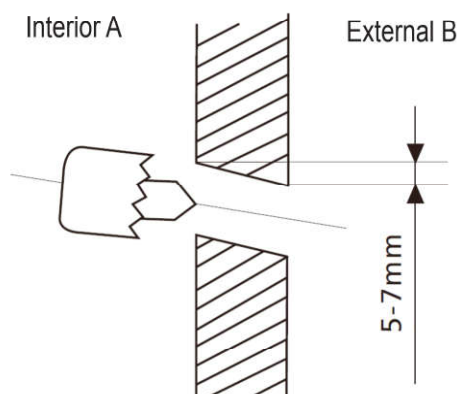

fig. 11 -
5. Boor een gat van Ø65 mm (of Ø90 mm afhankelijk van het model) in de muur ("fig. 11 -"), licht schuin naar beneden toe naar buitendeel, beginnend vanaf één kant van de muur (A) te boren en eindigend met de andere kant (B) om te voorkomen dat de eigenlijke muur breekt.